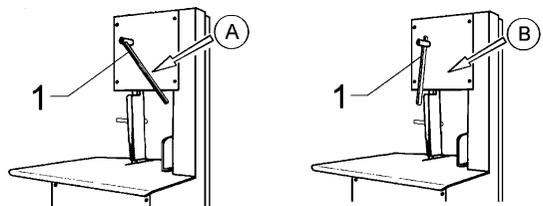
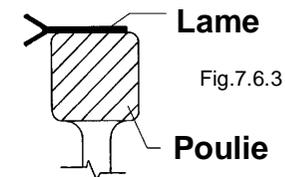

Fig. 7.6.1
Fig.7.6.3
7.6.1 - Réglage de la tension de la lame (Fig. 7.6.1)
La tension de la lame s'effectue mécaniquement à l'intérieur de la scie pour boucherie grâce au levier "1". Avec le levier sur la position "A" (Fig. 7.6.1) la lame est tendue. Pour débloquer la lame, placer le levier vers le bas, sur la position "B".
- Tendre la lame en tournant le levier et en le plaçant sur la position "A" (Fig. 7.6.1). Vérifier la position de la lame sur les deux poulies: la lame doit poser sur les deux poulies, excepté pour la partie aiguisée qui doit sortir de la poulie (Fig. 7.6.3). Tourner les deux poulies manuellement et vérifier que la position de la lame soit correcte.